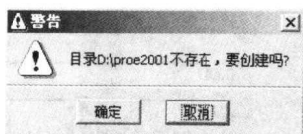

图 1-6 【警告】对话框
- (8) 假设将软件安装在 D 盘的 proe2001 目录下，单击 **下一步** 按钮会出现【警告】对话框，如图 1-6 所示。